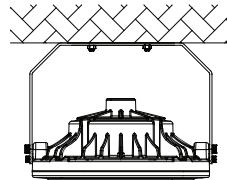
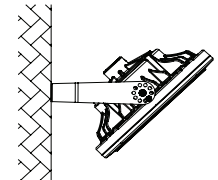

Figure 5
Figure 6
5. After installation, complete wiring with suitable listed waterproof conduit fitting and conduit as per local standard, and make sure there is a good joint protective measures. Users can adjust 90 degree to left or right from vertical downward direction by adjusting the screw on the bracket. (Figure 5, Figure 6).
5. Après l'installation, achever le câblage avec un raccord de conduit et un conduit étanches homologués, conformément à la norme locale, et s'assurer que les mesures de protection des joints sont bonnes. Les utilisateurs peuvent ajuster 90 degrés vers la gauche ou la droite à partir de la direction verticale vers le bas en ajustant la vis sur le support. (Figure 5, Figure 6).